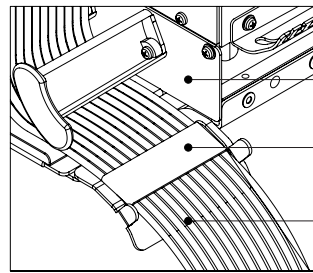

Figura 12A
3. Después de la instalación de todos los cordones, fíjelos en la salida del Sub-Rack utilizando el Velcro doble cara. (ver la figura 12A).